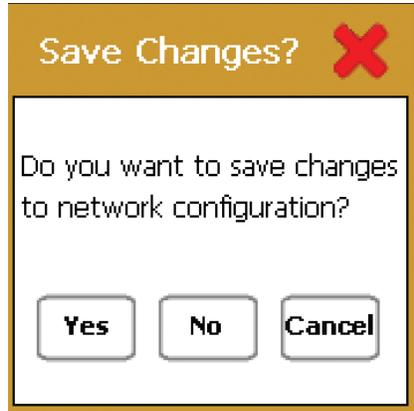

Figure 6.13 : Fenêtre pour enregistrer les changements
- c. Une fois que toutes les adresses auront été entrées, touchez le bouton « EXIT » (quitter) (fig. 6.12). Une fenêtre contextuelle (fig. 6.13) apparaîtra pour confirmer les modifications.